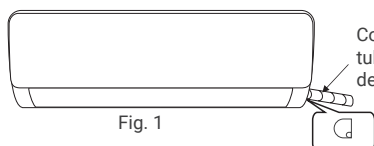

Fig. 1
- A seconda della posizione dell'unità, il tubo può essere posato lateralmente da sinistra o da destra (Fig. 1), oppure verticalmente dalla parte posteriore (Fig. 2) (a seconda della lunghezza del tubo dell'unità interna).